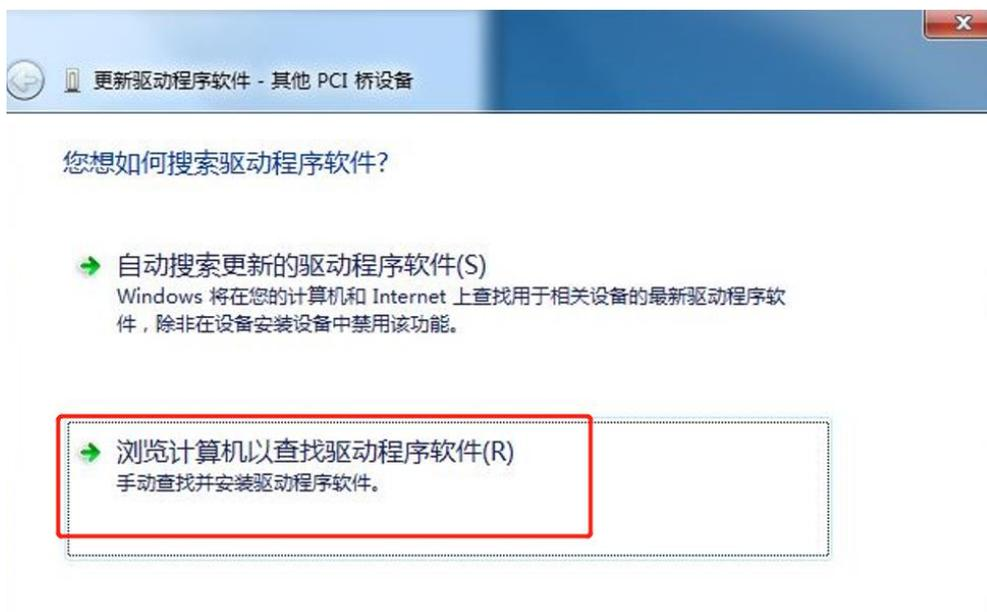

图 2.2.2 驱动程序安装步骤 2
- (2) 选择“其他PCI桥设备”，右键选择“更新驱动程序软件”，出现如下窗口，选择“浏览计算机以查找驱动程序软件”，如图2.2.2所示：